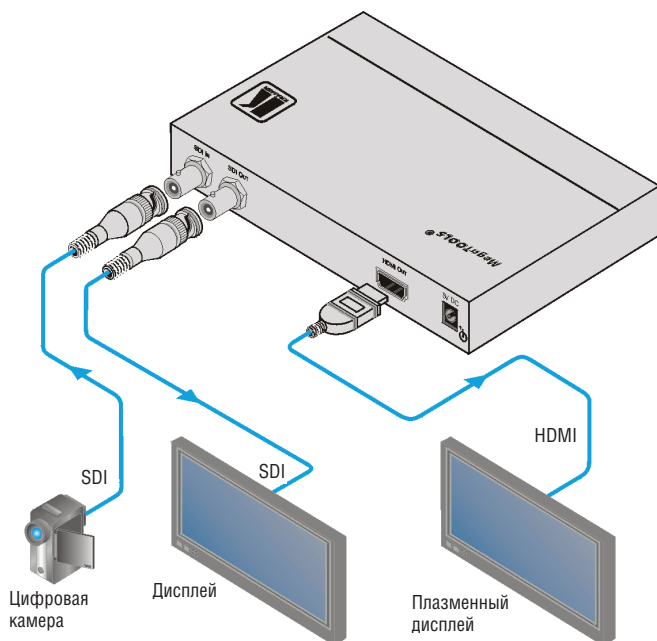

Рис. 8. Подсоединение масштабатора видеосигнала 3G HD-SDI в сигналы HDMI VP-472
Чтобы подсоединить **VP-472** в соответствии с примером, приведенном на рис. 8:
4. Подсоедините сетевой адаптер 5 В постоянного тока к розетке входа электропитания, а адаптер подсоедините к розетке электросети (на рис. 8 не показан).